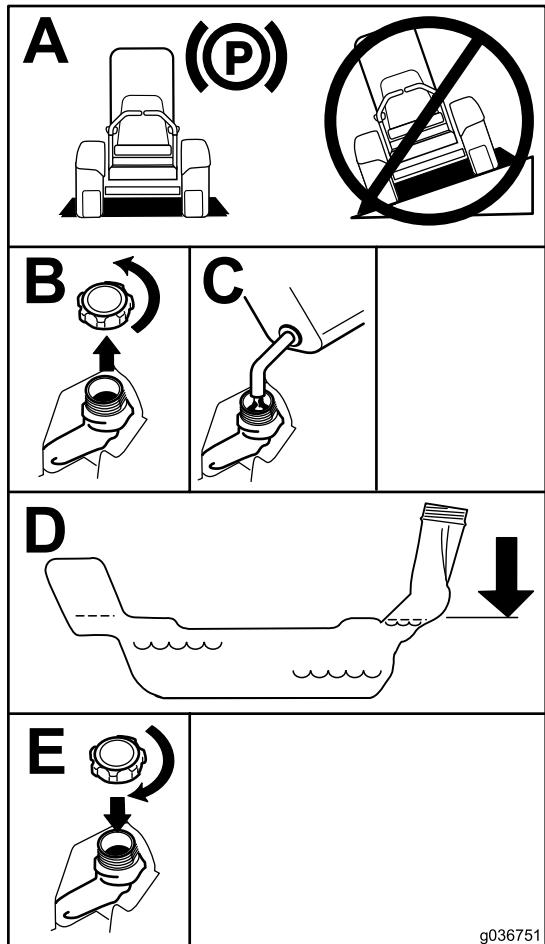

Figura 7
- Riempite il serbatoio fino alla base del collo del bocchettone (Figura 7).